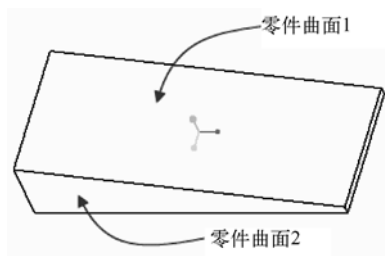

图 1-31 零件曲面示意
- 并不是所有的零件曲面都可以作为钣金件驱动面，如图 1-31 所示，零件曲面 1 不能